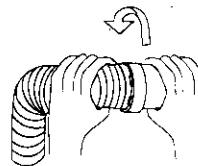

Fig. 2
- Faire tourner dans le sens contraire de celui des aiguilles d'une montre jusqu'à ce que le tuyau souple soit fixé (Fig. 2)
- Draai het tegen de klok in tot de buis vast zit (Fig. 2)
- Girar en sentido opuesto a las agujas del reloj, hasta que el tubo flexible quede fijo. (Fig. 2)
- Solange entgegen dem Uhrzeigersinn drehen bis der Schlauch fest sitzt (Siehe Abb. 2)
- Turn the hose anticlockwise until it is firmly in place (Figure 2)
- Girare in senso antiorario finché il tubo flessibile non viene fissato (Fig. 2)